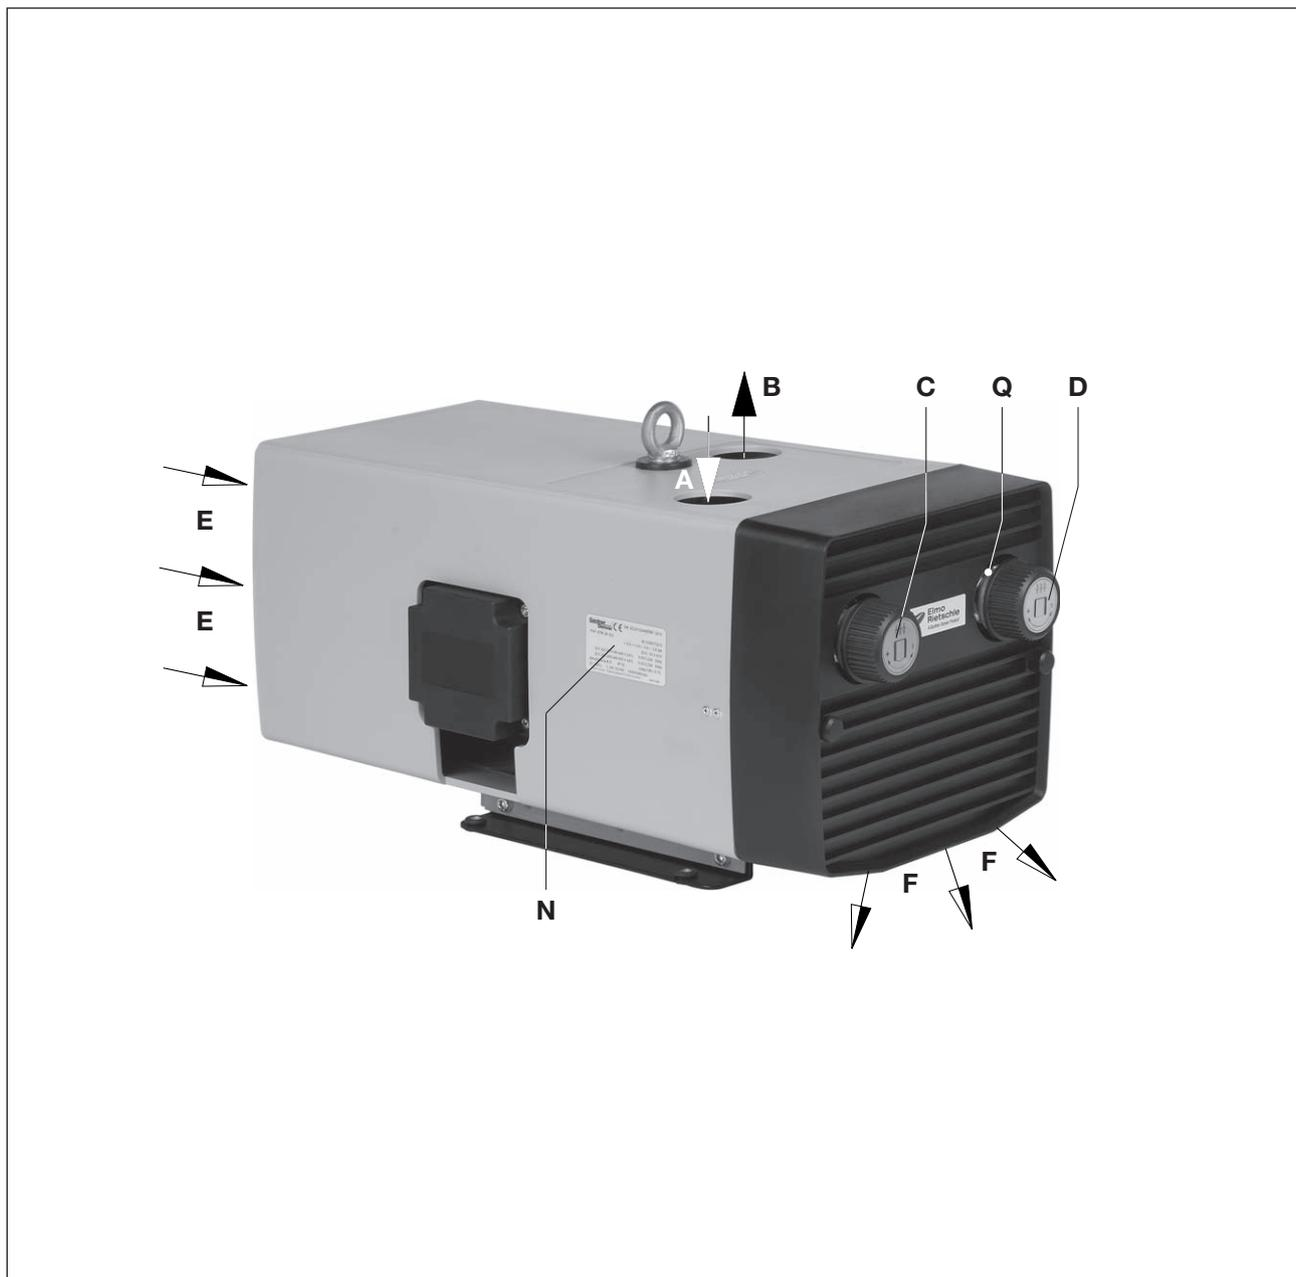
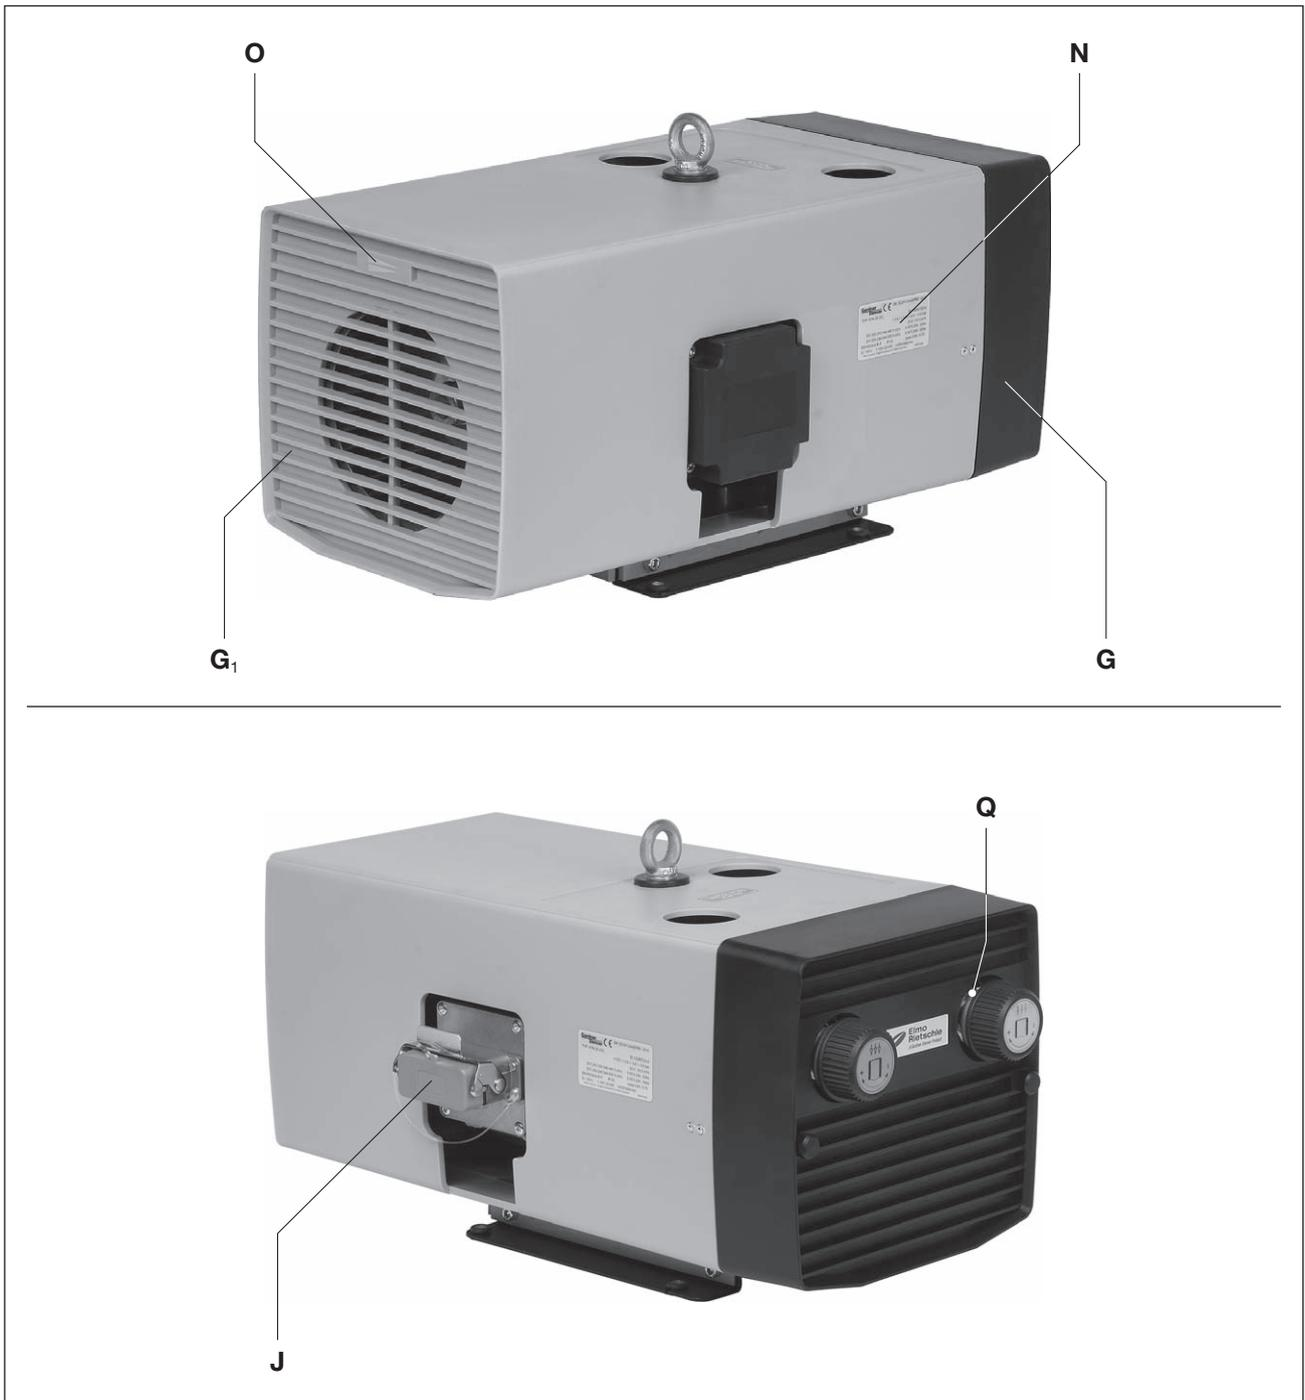

Fig. 2 Pompa combinata vuoto-pressione V-KTN
Fig. 3 Pompa combinata vuoto-pressione V-KTN
I modelli V-KTN sono alloggiati in una calotta di plastica. Nella calotta è alloggiato anche un ventilatore per il raffreddamento. La valvola di regolazione del vuoto (Fig. 2/C) e la valvola di regolazione della pressione (Fig. 2/D) consentono la regolazione di vuoto e pressione sui valori desiderati, tuttavia limitati.
La portata volumetrica nominale è di 15, 25 e 40 m³/h a 50 Hz. I limiti di carico (bar) sul lato pressione e aspirazione sono indicati sulla targhetta dati (Fig. 2/N). Il foglio dati D 481 indica la dipendenza della portata volumetrica dalle sovrappressioni.
Per smontare la griglia di scarico (Fig. 3/G) e la griglia di aspirazione (Fig. 3/G1) per la manutenzione prevedere almeno 30 cm di spazio. Inoltre, gli ingressi (Fig. 2/E) e le uscite (Fig. 2/F) dell'aria di raffreddamento devono avere una distanza di almeno 10 cm dalle pareti vicine (l'aria di raffreddamento fuoriuscita non deve essere riaspirata).
- a) Collegamento vuoto (Fig. 2/A) e collegamento pressione (Fig. 2/B).
Gli ambiti di pressione e vuoto necessari possono essere impostati con la valvola di regolazione della pressione (Fig. 2/D) e del vuoto (Fig. 2/C) in base alla targhetta simboli della manopola di regolazione.
- a) I dati elettrici del motore sono indicati sulla targhetta dati (Fig. 2/N) o sulla targhetta dati motore. I motori sono conformi a DIN EN 60034 e sono eseguiti con classe di protezione IP 55 e classe isolamento F. Lo schema di collegamento è situato nella morsettiera del motore (non si applica nella versione con collegamento a spina). I dati del motore devono essere confrontati con quelli della rete di alimentazione usata (tipo corrente, tensione, frequenza di rete, amperaggio ammesso).
- b) Collegare il motore attraverso il connettore a spina (Fig. 3/J) ossia l'interruttore magnetotermico (per la protezione dell'interruttore magnetotermico e dello scarico di trazione del cavo di collegamento è necessario prevedere un pressacavo). Consigliamo di usare interruttori magnetotermici con disattivazione ritardata, dipendente da un ev. sovraccarico. Sovraccarichi di breve durata possono verificarsi se si avvia la macchina a freddo.
- ▷ Il senso di rotazione previsto dell'albero di azionamento è contrassegnato dalla freccia (Fig. 3/O).